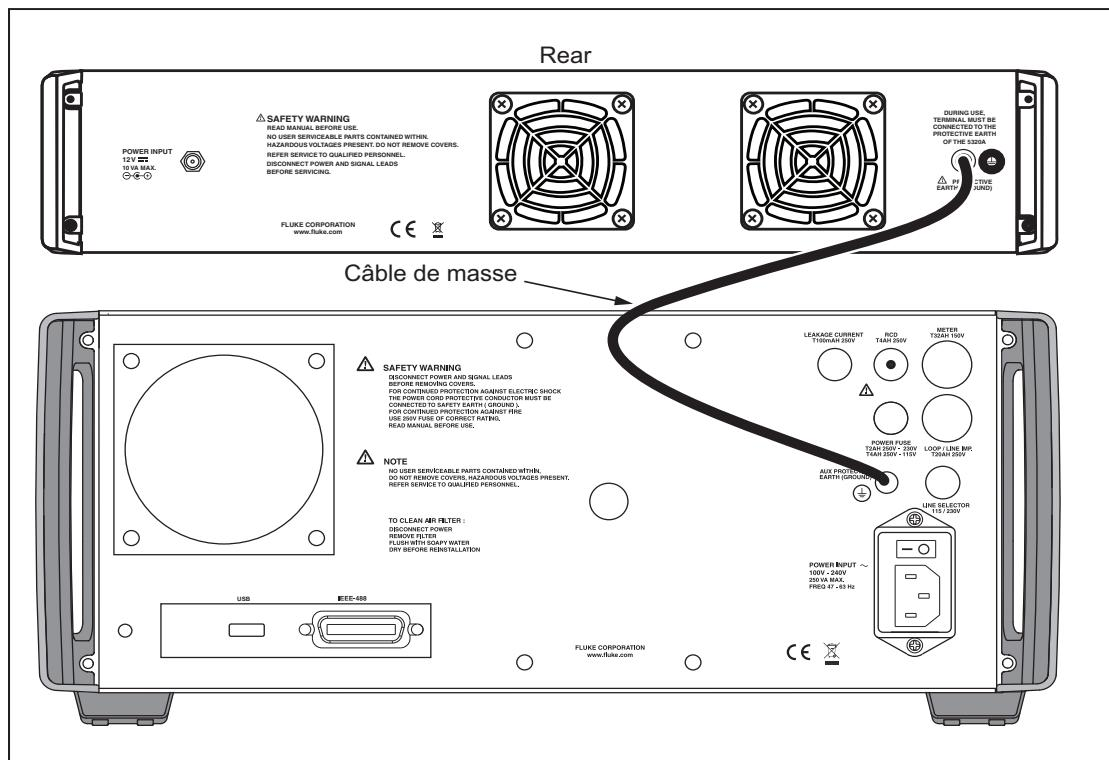

Figure 3. Raccordement du câble de terre
3. Après avoir placé le Produit au-dessus de l'Étalonneur, connectez le câble de terre entre la borne de terre sur la face arrière du Produit et la borne de terre sur la face arrière de l'Étalonneur. Voir la connexion du câble de terre à la Figure 3 où l'arrière du Produit est visible.